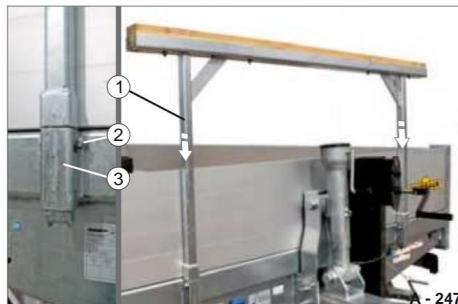

Fig. 177 Staffa di supporto fissata al telaio
- ÿ Se necessario, rimuovere il collegamento a vite dalle tasche dei picchetti (Fig. 177/3).
- ÿ Inserire contemporaneamente il telaio di supporto (Fig. 177/1) nelle tasche dei picchetti presenti sul telaio.
- ÿ Fissare il telaio di supporto con il collegamento a vite (Fig. 177/2).